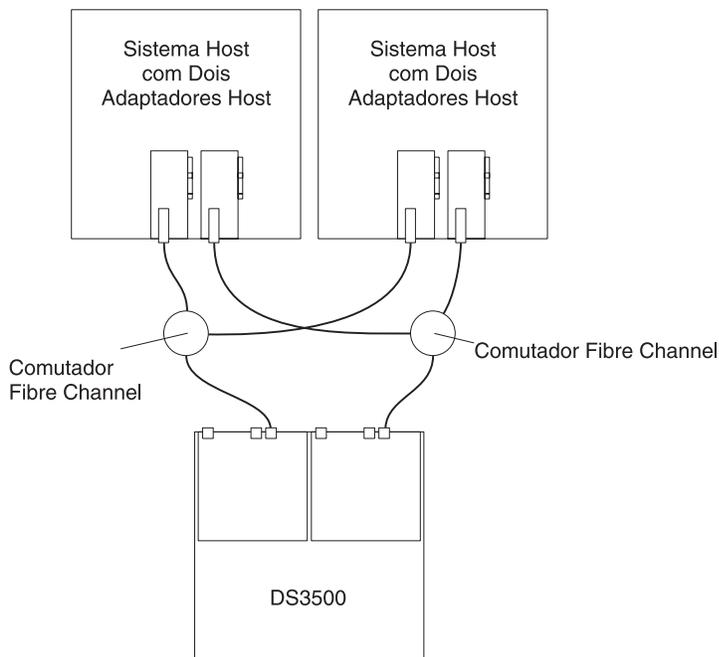

Figura 3-42. Exemplo de uma Configuração de Malha SAN Fibre Channel Dupla
- Configuração de malha SAN dupla, conforme mostrado na Figura 3-42 na página 3-35
Na Figura 3-42, os comutadores Fibre Channel *não* estão conectados juntos através de um ISL. Cada comutador forma sua própria malha SAN. Esta configuração também é a configuração a ser utilizada para uma configuração de cluster de nó duplo.